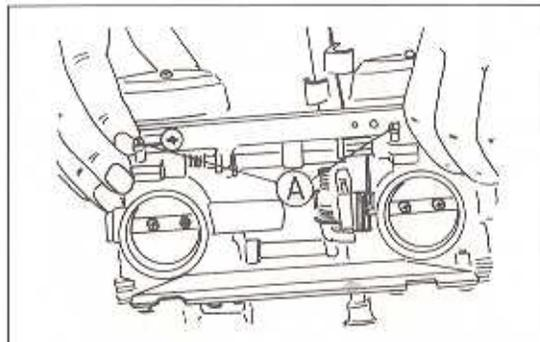

Bild 11
- Einen Unterdruckmesser an den beiden Stutzen der Vergaser anschliessen (Bild 11).